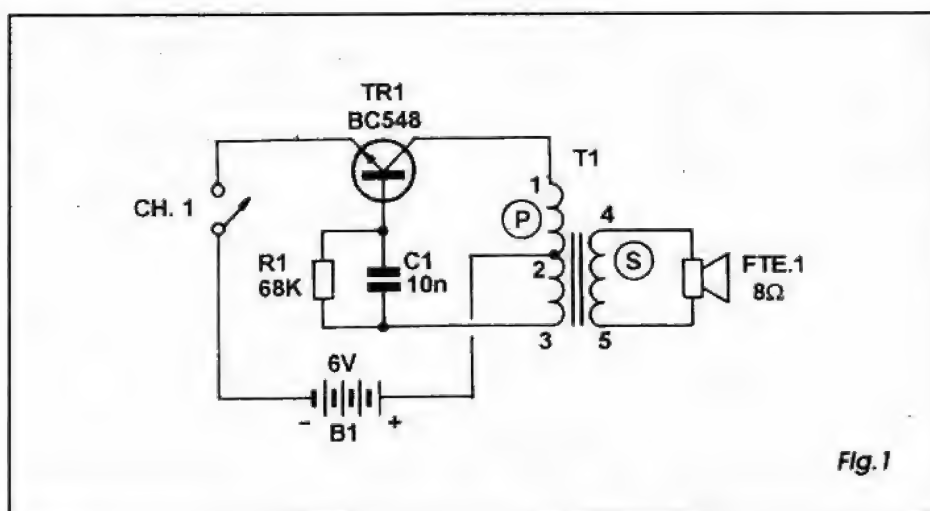

Fig. 1
- FIG. 1 - Um dos mais simples e tradicionais arranjos osciladores (agora caindo em desuso, pela lenta *obsolescência* dos circuitos baseados em transformadores...) é o denominado *tipo Hartley*, que trabalha com realimentação indutiva. Na verdade, nesse arranjo, o trafo não só ajuda a promover a realimentação (o *primário* tem uma terminação central...) como também promove a transferência do sinal gerado para o transdutor (alto-falante), executando ainda o necessário casamento de impedâncias... No seu arranjo típico, mostrado na figura, o trafo T1 é do tipo *de saída para transístores* (um componente já meio difícil de encontrar...), com um *primário* mostrando impedância normalmente de 100 ohms para mais, e contendo uma tomada central... O *secundário*, geralmente, tem baixa impedância, de modo a casar com o alto-falante (4 ou 8 ohms). Além da própria indutância do trafo, também os valores de R1 e/ou de C1 são determinantes da frequência de oscilação... Além disso, outros capacitores que podem ser anexados entre os terminais 1-3, ou 1-2, ou 2-3 do *primário* do trafo, também permitem determinar ressonâncias e frequências... Quanto ao elemento ativo - o transístor - normalmente admite várias equivalências, seja em pequena, média ou alta potência... Como a realimentação, responsável pelo início e manutenção da os-